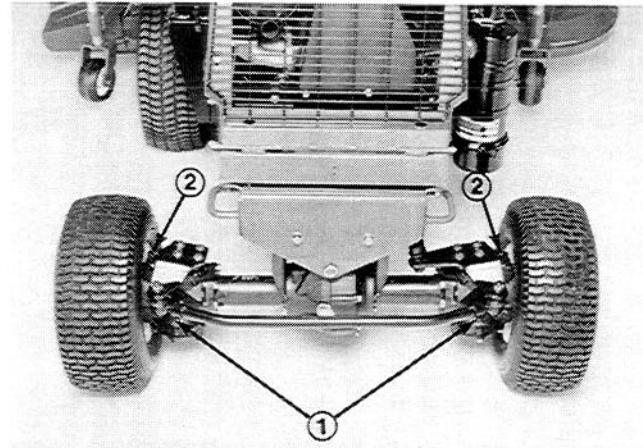

Figura 5
2. Quitar el tapón de comprobación de cada extremo del eje y verificar que el lubricante está hasta el fondo del agujero. Si el nivel es bajo, quitar uno de los pernos de montaje por encima de cada tapón terminal y añadir bastante lubricante para elevar el nivel hasta el fondo del agujero (Figura 5).